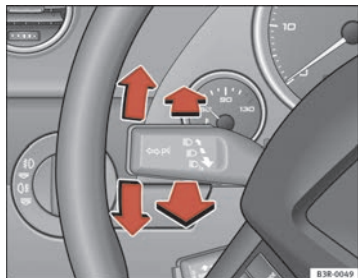

Fig. 92 Levier des clignotants et des feux de route
- Repoussez le levier jusqu'en butée supérieure pour faire fonctionner les clignotants droits, ou inférieure pour faire fonctionner les clignotants gauches ⇒ fig. 92.